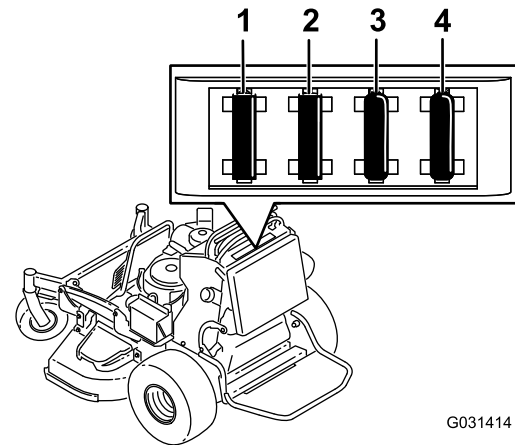

Figura 51
2. Tire hacia fuera del fusible para retirarlo o cambiarlo (Figura 51).
Nota: Asegúrese de que instale un fusible del tamaño correcto (Figura 51).